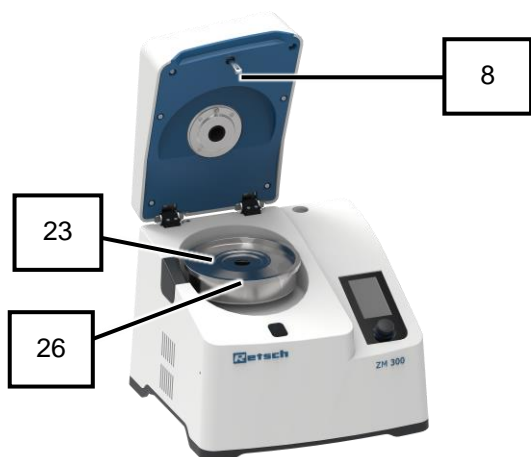

図 22: カセットに蓋がされていない状態の本体内部
12. カセット (24) の蓋 (23) を閉めます (図 22)。
13. 本体カバー (2) を閉め、閉じた状態で約 2 秒間待ちます。